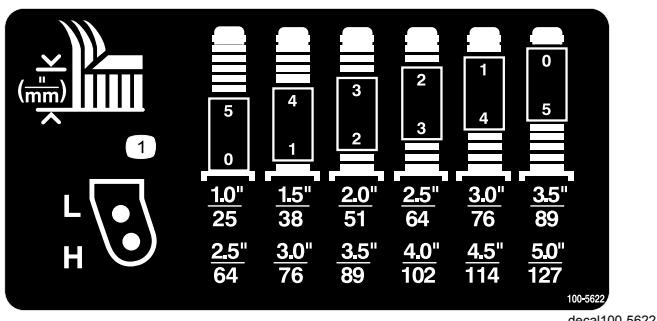

Figura 9
2. Coloque los ejes de las ruedas giratorias en el mismo taladro en ambas horquillas. Consulte Figura 8 y Figura 9 para saber cuáles son los taladros adecuados para esta configuración.
Consulte en Figura 8 y Figura 9 las combinaciones de espaciadores para cada ajuste.